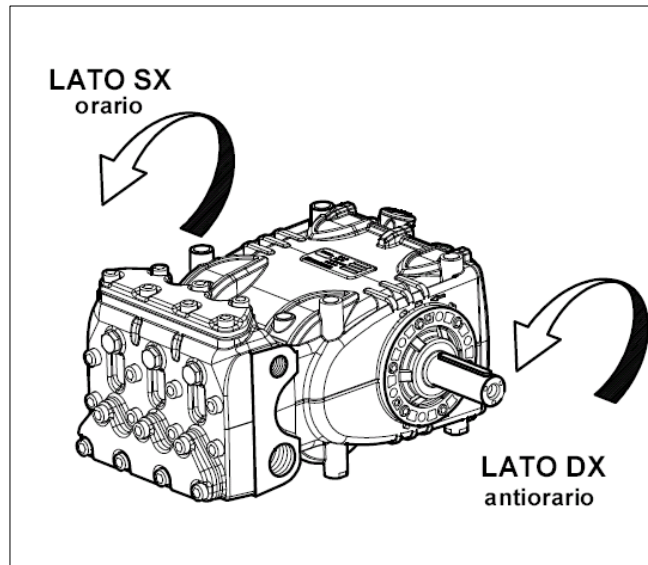

fig. 5
Il senso di rotazione è indicato da una freccia posizionata sul carter in prossimità dell'albero di presa di moto. Posizionandosi di fronte alla testata pompa il senso di rotazione dovrà risultare come da fig. 5
N.B. La versione riportata in fig. 5 è Dx.